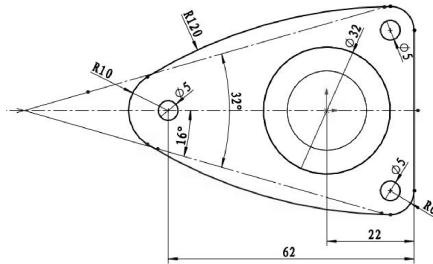

图 3-104 绘制草图
- 单击 **【拉伸凸台/基体】** 按钮 ，选择基准面 1 作为草图平面，进入草绘环境中，绘制如图 3-104 所示的草图曲线。